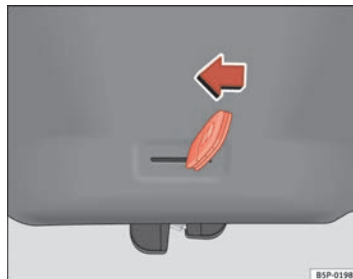

Abb. 67 Heckklappe: Notöffnung
- Stecken Sie den Schlüsselbart in den Schlitz und entriegeln Sie das Verriegelungssystem, indem Sie den Schlüssel von rechts nach links in Richtung Pfeil bewegen ⇒ Abb. 67. ■